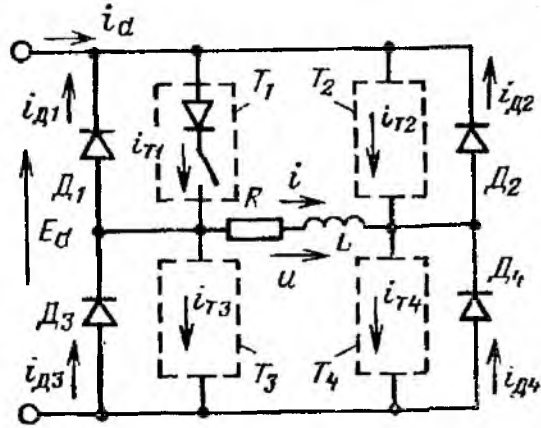

Рис. 10. Схема идеального однофазного мостового инвертора
14. На рис. 10 показана схема идеального однофазного инвертора, в которой тиристоры заменены диодами и ключами, соединенными последовательно. Нагрузка состоит из активного сопротивления R и индуктивности L , соединенных последовательно. Построить кривые токов $i_d, i, i_{D1}, i_{D2}, i_{D3}, i_{D4}, i_{T1}, i_{T2}, i_{T3}, i_{T4}$ и напряжения u и вычислить средние значения токов тиристоров и диодов, если $E_d = 10$ В, $L = 1$ мГн, $R = 0,4$ Ом, и $f = 100$ Гц.